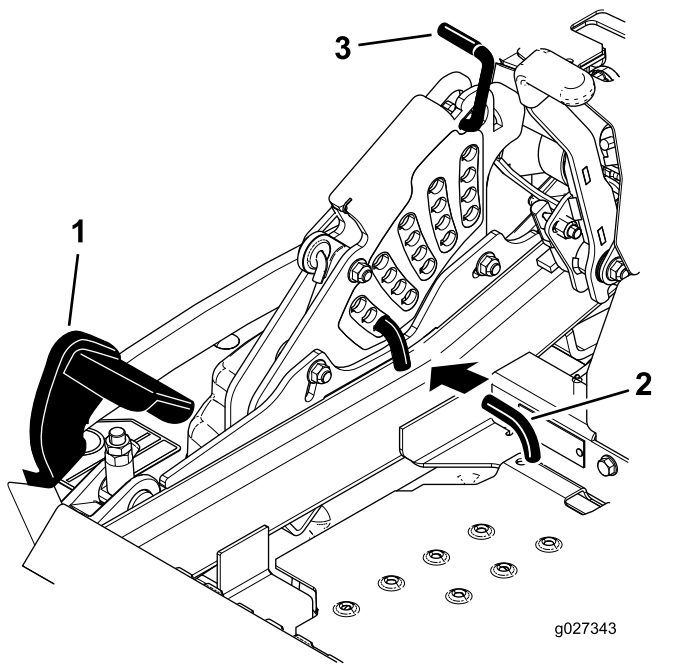

Figura 86
5. Empuje el pedal de elevación de la carcasa hacia delante del todo, hasta que la carcasa se enganche en la posición de transporte de 14 cm (5½") (Figura 86).